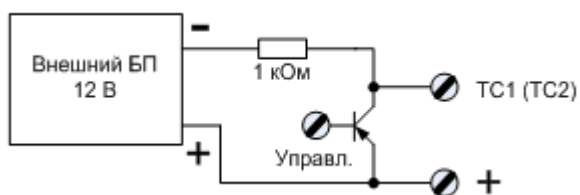

Рисунок 17 Подключение датчика ТС типа “открытый коллектор”
- “открытый коллектор” (см. Рисунок 17);